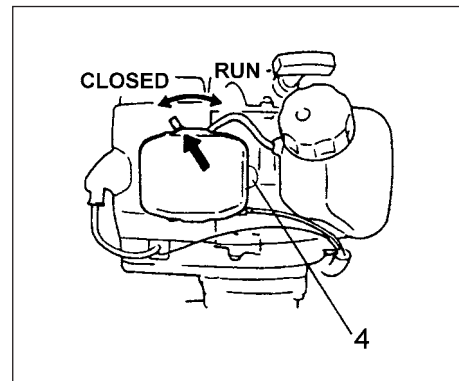

Fig. 2-3
* Trykk på sugepumpeboblen (4) flere ganger slik at brennstoff flyter gjennom boblen eller returrøret. (Hvis utstyrt slik) (fig. 2-3)
3. Sett chokehendelen til CLOSED (lukket) posisjon. (fig. 2-3)
5. Når du hører at motoren ønsker å starte returneres chokehendelen til posisjon RUN (KJØR) (åpen). Trekk så raskt i rekylstarteren igjen. (fig. 2-3)